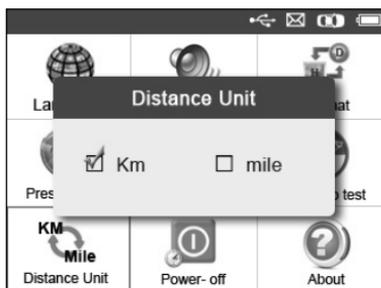

Figura 3.9
- 2) Dalla schermata **Unità di misura distanza**, utilizzare il pulsante di scorrimento **DESTRA/SINISTRA** per selezionare l'unità di misura desiderata per la distanza. **Chilometri** o **Miglia**. (Figura 3.9)